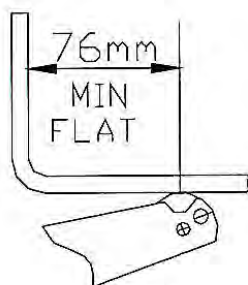

РИСУНОК 2
- 3 Удерживайте опорную точку в выемке на конце подъемного рычага (см. рисунок 2).
5. Всегда устанавливайте подъемную площадку как минимум на 76 мм внутрь по направлению к центру погрузчика от накладки на подъемном рычаге (см. Рисунок 2) .